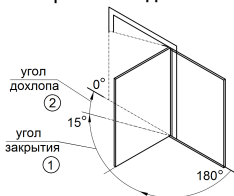

Рисунок 3 – Регулируемые зоны закрытия двери
- Сценарий, по которому дверь будет **закрываться** в двух зонах (см. рисунок 3), можно регулировать клапанами 1 и 2 (см. рисунок 1) при помощи отвёртки. Скорость и усилия во второй зоне должны быть немного большими для того, чтобы дверь захлопнулась.